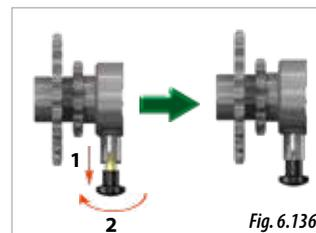

Fig. 6.136
- 3- En el eje de transmisión donde se halla el embrague (Fig. 6.133), tirar del seguro y girarlo 90° para bloquearlo en la posición de transmisión (Fig. 6.136).